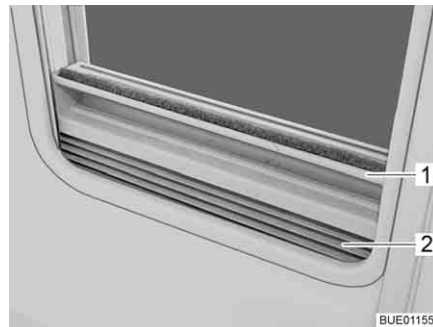

Fig. 32 Estor plegable
- Sujetar el estor plegable (Fig. 32,2) por el centro del agarradero (Fig. 32,1), tirar de abajo a arriba y soltarla a la altura deseada. El estor plegable se queda fijo a esta altura.